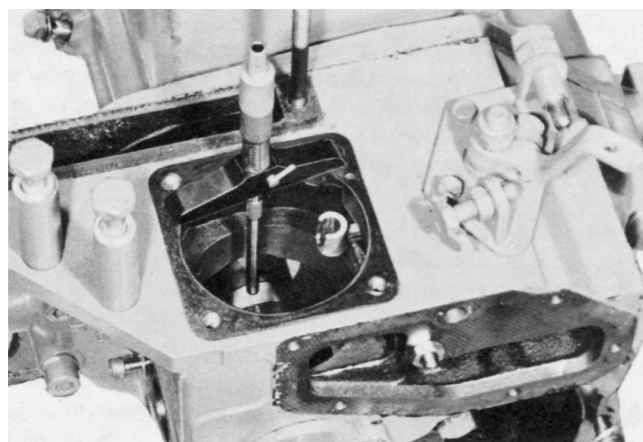

Fig. 41.
2. Mät avståndet från infästningsplanet på transmissionskåpan till pumpkammens grundcirkel, se fig. 41, (kammen skall vara vänd mot vevaxeln). Mätningen utföres med en djupmikrometer eller skjutmått. Måttet skall vara  $82,8 \pm 0,2$  mm. Detta mått inkluderar hoppresad packning mellan pumpfläns och transmissionskåpa. Måttet måste stämma för att insprutningsvinkeln skall bli rätt.